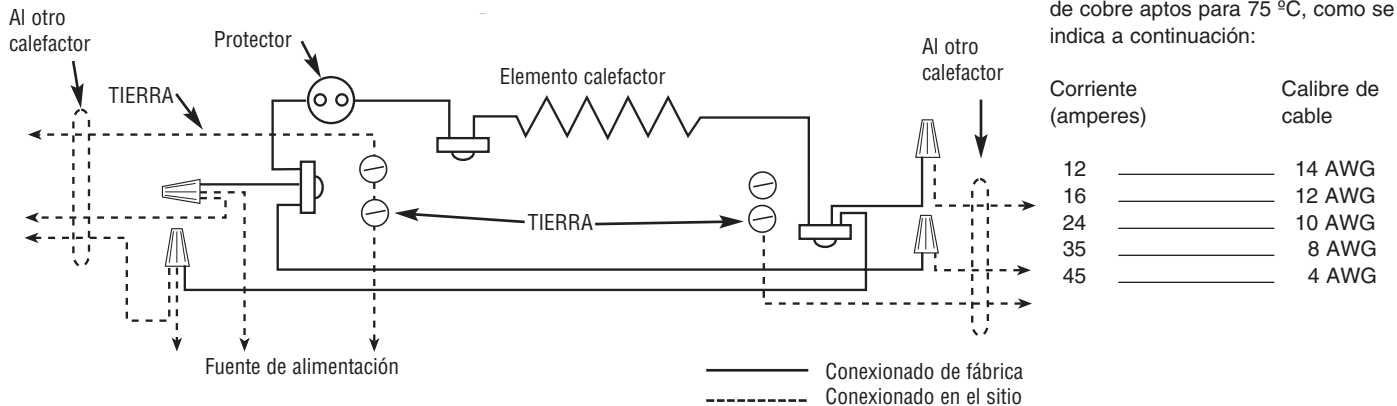

Fig. 2 Diagrama de conexonado
6. Haga las conexiones correctas de acuerdo con el diagrama de conexionado (Fig. 2). El conductor de puesta a tierra debe conectarse al cable verde de puesta a tierra. Vuelva a colocar la cubierta de la caja de conexiones.